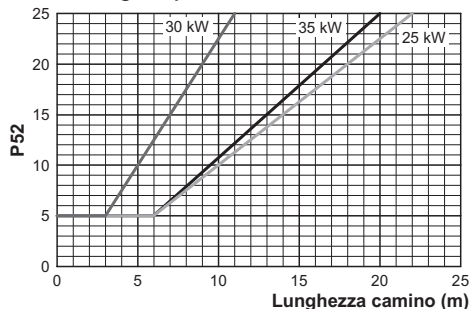
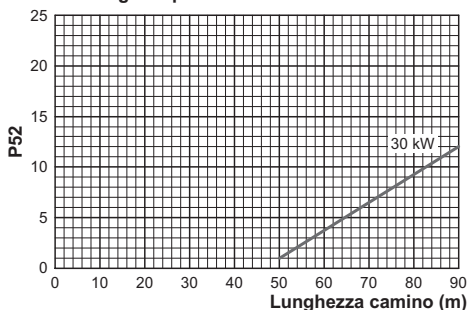

Figura 5.19
Figura 5.24
- Utilizzando i tasti 13 o 15 è possibile modificare il valore del parametro 52 da 00 a 25 (da Figura 5.19 a Figura 5.24).